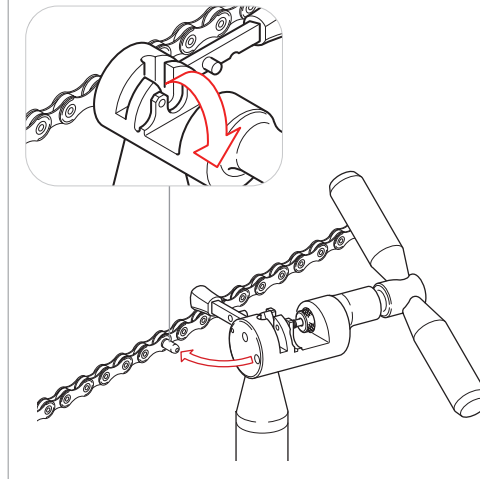

Abb.16
- Führen Sie das herausragende Teil der Führung in das Loch unten am Werkzeug ein und brechen Sie es durch eine Biegebewegung ab (Abb. 16). Das Endstück der abgebrochenen Führung muss immer im Innern der Hülse **ULTRA-LINK 5-CN-RE500 (11s) / 5-CN-SR600 (12s)** verbleiben.